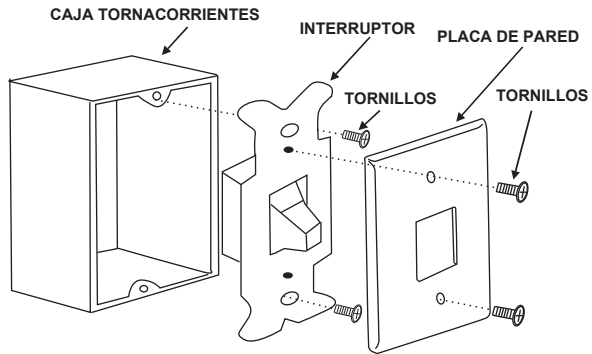

Fig. 6
Paso 1. Disconecte el poder y remueva la placa de pared actual y el interruptor (Fig. 6).